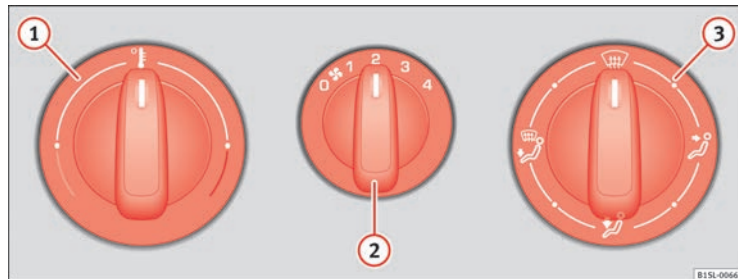
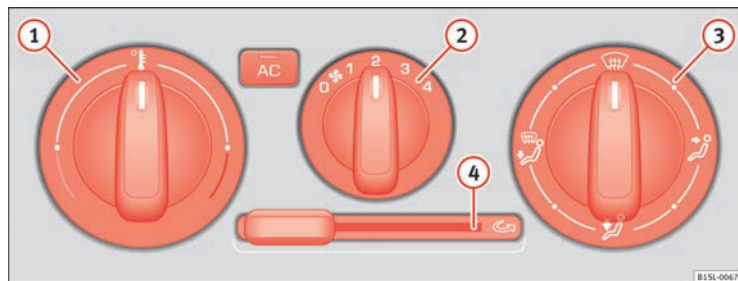

Fig. 104 Dans la console centrale : Commande rotative du système de chauffage et d'air frais.
Fig. 105 Dans la console centrale : Commandes du climatiseur.
Touche, régulateur	Informations complémentaires. Système de chauffage et de ventilation ⇒ fig. 104 et climatiseur ⇒ fig. 105.
- Réglez le ventilateur ⇒ fig. 104 ② sur le niveau 1 ou 2.
- Placez le bouton de réglage de la température ⇒ fig. 104 ① sur la position centrale.
- Tournez le régulateur de répartition d'air ⇒ fig. 104 ③ sur la position de dégivrage.
Activer : Déplacez le régulateur à coulisse ⇒ fig. 105 **4** jusqu'en butée vers la droite.
Désactiver : Déplacez le régulateur à coulisse ⇒ fig. 105 **4** jusqu'en butée vers la gauche.